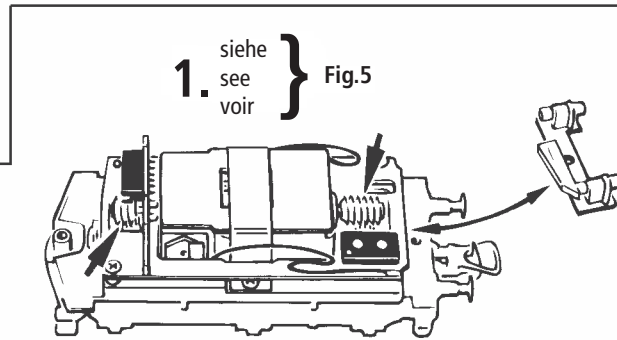

Fig. 9
1. Reinigung der Radstromkontakte: Radstromkontakte können auf unsauberen Schienen leicht verschmutzen. Entfernen Sie **vorsichtig** mit einem kleinen Pinsel **den Schmutz** an den in Fig. 9 gekennzeichneten Stellen.
1. Cleaning of wheel contacts: Wheel contacts easily get dirty on tracks which are not entirely clean. Use a small brush to **remove dirt** from spots marked in fig. 9.
1. Nettoyage des lames de contact aux roues: Les lames de contacts risquent de s'encrasser rapidement sur des voies poussiéreuses. Veuillez **enlever la poussière** aux endroits marqués à la fig. 9 à l'aide d'un petit pinceau souple.
5. Échange des bandages d'adhérence: Démontez d'abord le couvercle du carter des engrenages (fig. 9). Enlevez les bandages d'adhérence à l'aide d'une aiguille ou d'un tourne-vis fin. Lors du montage des nouveaux bandages veuillez veiller à ce que les bandages **ne soient pas tor-dues** (fig. 11 + 12).